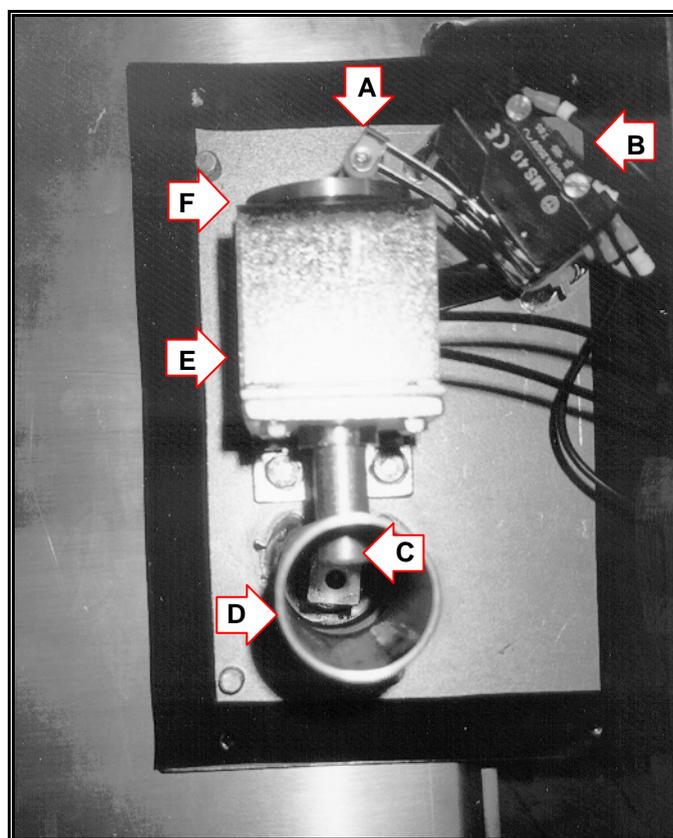

Fig.3.7
3. Il pulsante alimenta un elettromagnete con un cursore (Fig.3.7-C) su cui è montato un platorello (Fig.3.7-C).
4. Il platorello sollevandosi spinge le rotelle (Fig.3.7-A) interrompendo il circuito.
5. Tenendo premuto il pulsante inserire la leva di manovra nel foro (Fig.3.7-D) e spingerla fino ad accoppiarla con l'albero sporgente del motoriduttore (Fig.3.6/A-A).